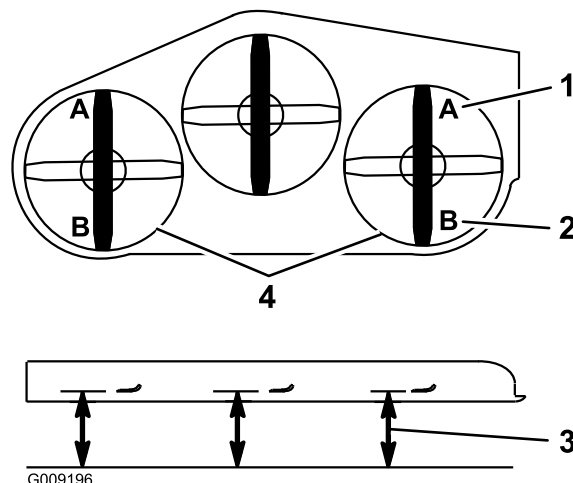

Figure 86
9. De chaque côté du tablier de coupe, mesurez la distance entre la surface plane et la pointe avant de la lame (position A). On doit obtenir un écart de 7.6 cm (3 po) (Figure 86).
15. De chaque côté du tablier de coupe, mesurez la distance entre la surface plane et la pointe arrière de la lame (position B). On doit obtenir un écart de 8.3 cm (3 1/4 po) (Figure 86).